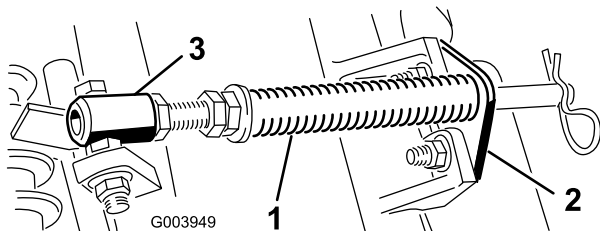

图 10
- A. 拆下把杆支架固定到滚刀组凸耳上的 2 个车身螺栓和螺母图 10。
- B. 拆下将弹簧管栓固定到承载架凸耳图 10 上的凸缘螺母拆下组件。